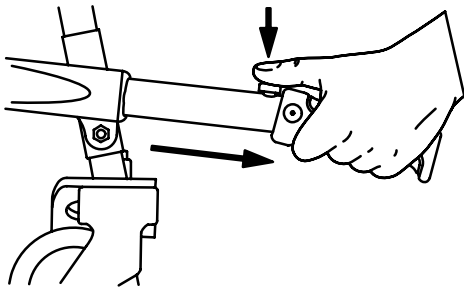

Figura 6 – Maniglia di sollevamento lato piedi
2. Operatore lato piedi: Premere i pulsanti di rilascio rossi per estendere le maniglie di sollevamento sul lato piedi e tirarle fino a quando si arrestano (Figura 6). Rilasciare i tasti per bloccare le maniglie.